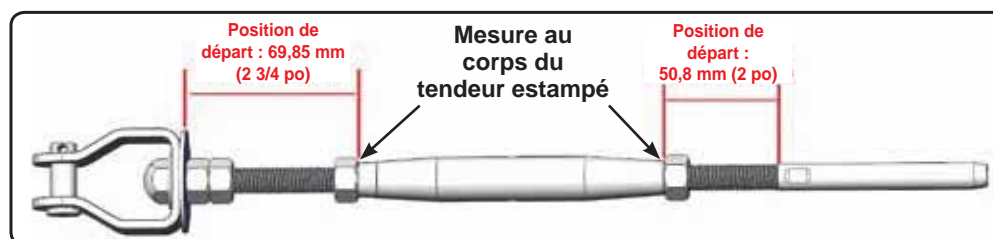

Fig. 13c
3. Une fois que le tendeur estampé est installé de façon sécuritaire, réglez le tendeur selon les mesures indiquées à la fig. 13c. Ceci permettra d'effectuer le serrage et le réglage de la tension du système plus tard.